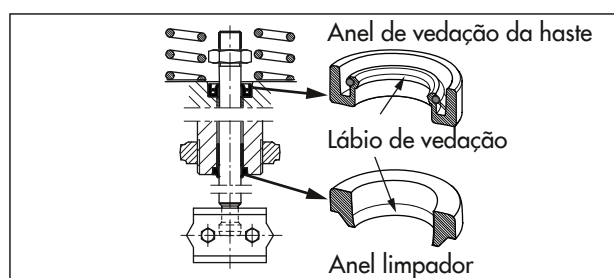

Fig. 16: Alinhamento do anel de vedação da haste e do anel limpador
6. Utilize uma ferramenta adequada para montar o anel de vedação da haste. Respeite o alinhamento correto do anel de vedação da haste (consulte a Fig. 16).
7. Utilize uma ferramenta adequada para montar o anel de vedação da haste. Respeite o alinhamento correto do anel de vedação da haste (consulte a Fig. 16).